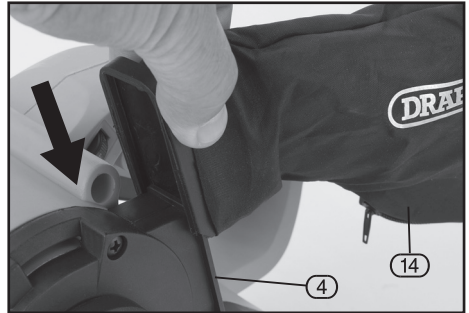

FIG.5
8.4 FITTING THE DUST EXTRACTION BAG – FIG. 5